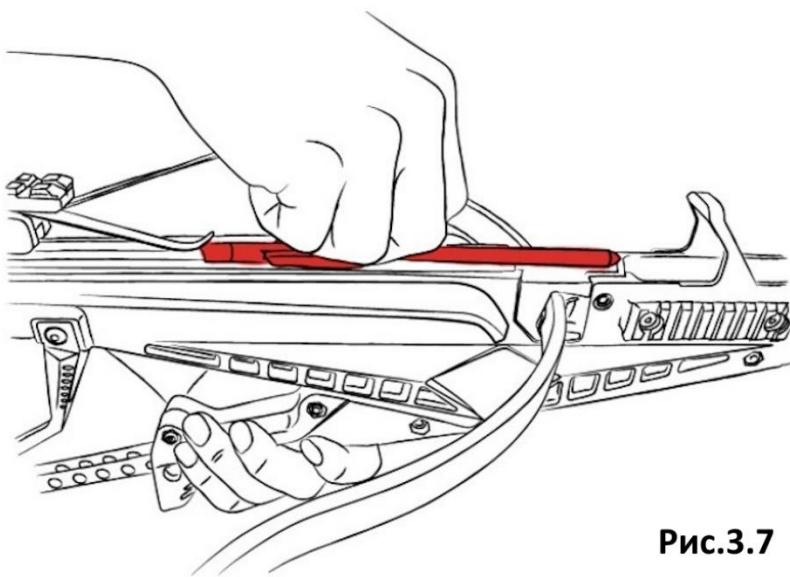
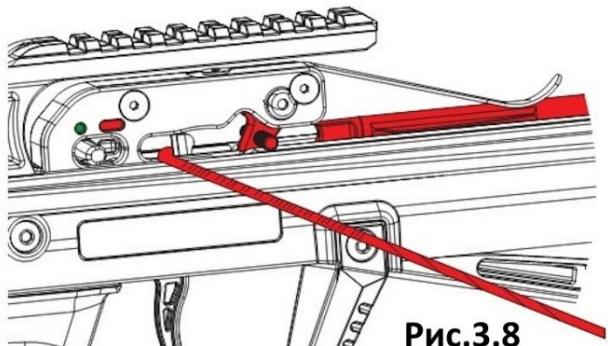

**Рис.3.5**
**Рис.3.6**
4. С усилием, но плавно верните рычаг взвода назад в первоначальное положение, чтобы запереть рычаг взвода и завершить взвод арбалета (Рис.3.5). Фиксатор рычага взвода должен прочно сцепляться с рукояткой с характерным щелчком (Рис.3.6)